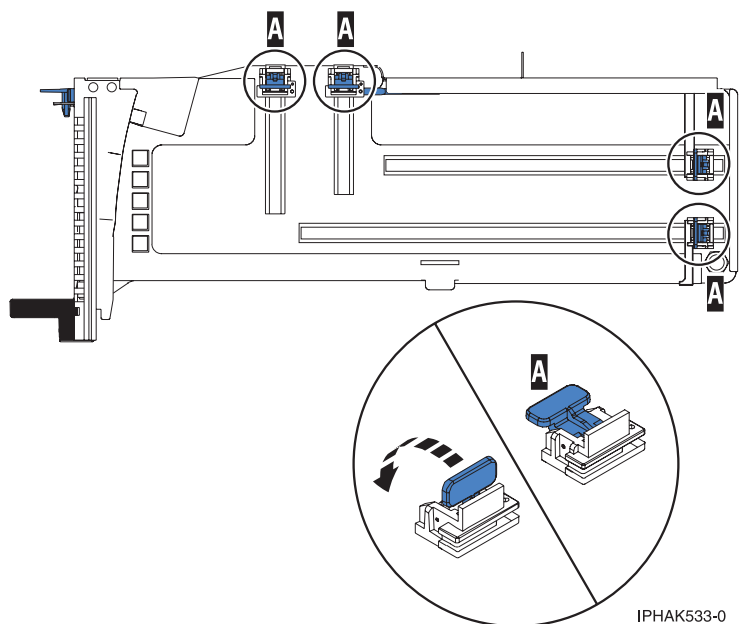

Figure 142. Crochets de retenue
- b. Vérifiez que tous les crochets de retenue de carte (A) sont repoussés vers les bords de la cassette pour permettre l'installation de la carte. Voir figure 142, à la page 171.